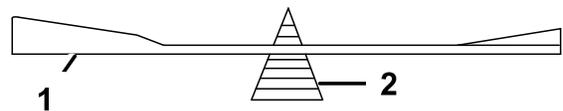

Bild 64
- Prüfen Sie die Auswuchtung des Schnittmessers auf einer Ausgleichsmaschine (Bild 64).